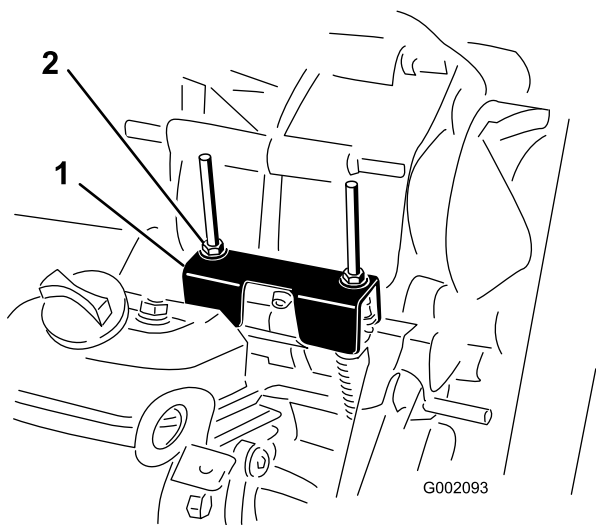

図 49
定期整備を行う時やエンジンの故障診断を行う時には、トランスアクスルをニュートラルにシフトしておく必要があります 図 49。トランスアクスルをニュートラル位置にするにはシフト・レバーを操作します。以下の操作を行って、ニュートラル・シフト・レバーが正常に機能することを確認してください
2. ニュートラル・ブラケットがニュートラル位置シフトブラケットの下にあるケーブル取り付けブラケットと面一になっていることを確認する 図 49。
3. ロックナット 図 49 のうちの1個を締め付けて、0.76-1.52 mm のすきまを作る。